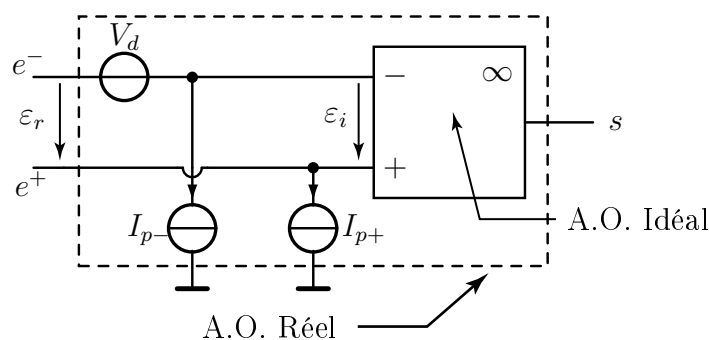

FIGURE 2 – Modélisation élémentaire d'un amplificateur opérationnel réel. En régime de fonctionnement linéaire, $\varepsilon_i = 0$.
On peut dans ce cas donner une représentation « boîte noire » de l'amplificateur opérationnel, qui ne détaille pas la constitution interne de l'A.O. mais permet tout de même de le modéliser comme un *amplificateur de tension différentielle*. On propose le modèle simple représenté figure 2 (ce n'est certainement pas le seul possible) pour l'étude des défauts statiques. En régime de fonctionnement linéaire, $\varepsilon_i = 0$.
- ☞ On relie les entrées e^+ et e^- de l'amplificateur opérationnel réel à la masse (figure 2). Quelle est l'expression de la tension de sortie en régime continu ?